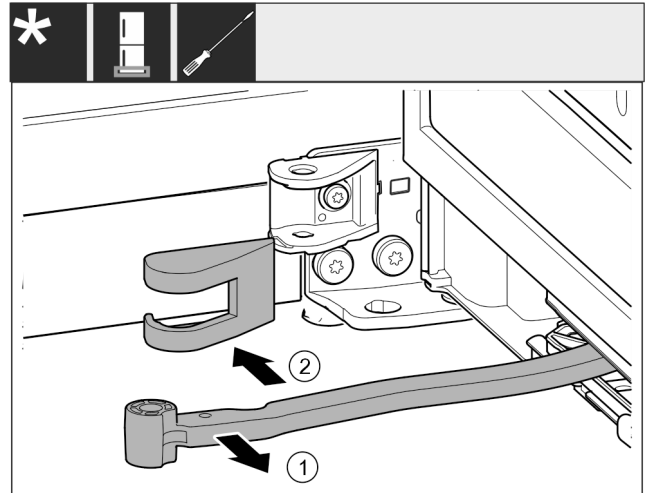

Fig. 17
- Gelenk in Richtung Tür drehen. Fig. 17 (1)
- Lagerbockabdeckung entfernen. Fig. 17 (2)